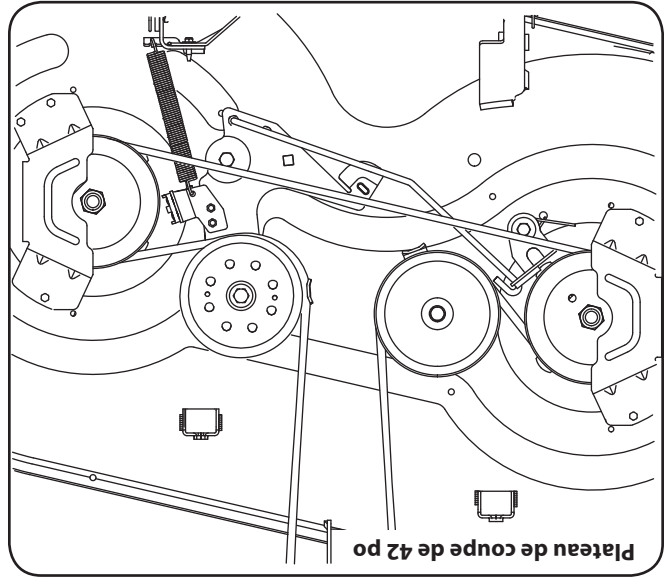

Figure 7-8
4. Installez les courroies neuves comme sur les Figure 7-8, 7-9 ou 7-10.